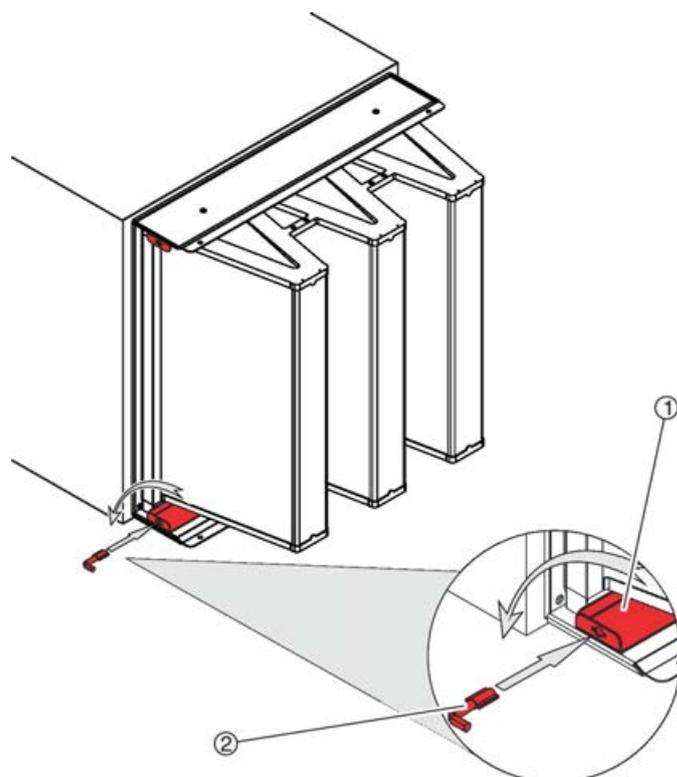

Fig. 15: Inserción de la llave especial
3. ▶ Introduzca la llave especial (Fig. 15 /2) en el hueco de cada carril de sujeción (Fig. 15 /1) y gírela 90° en sentido contrario a las agujas del reloj.